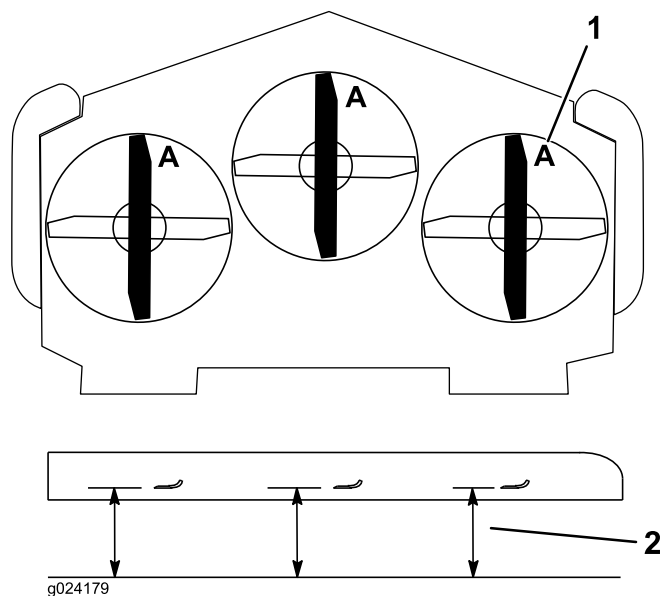

Bild 90
3. Drehen Sie die Schnittmesser, bis die Enden nach vorne und hinten gerichtet sind (Bild 90).
4. Messen Sie von einer ebenen Fläche bis zur Schnittkante (Position A) der Messer (Bild 90). Notieren Sie diesen Wert.